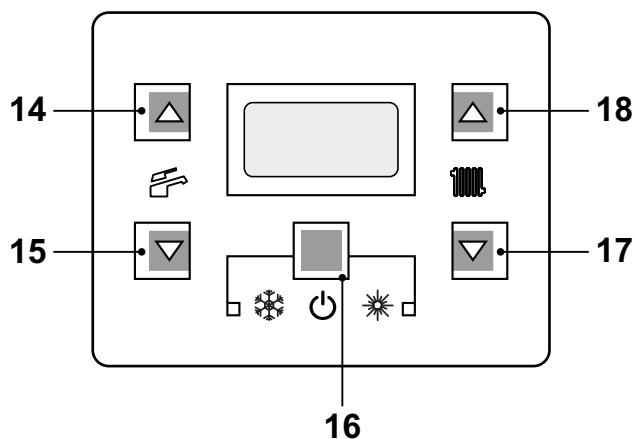
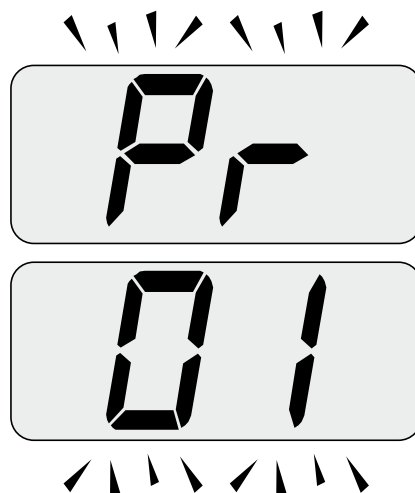
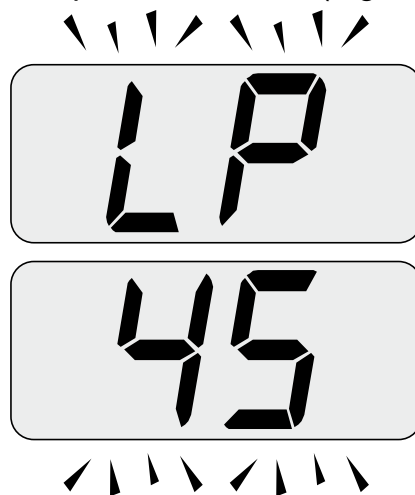

Figura 9.13
Figura 9.14
Figura 9.15
- Entrare in "modalità programmazione" premendo contemporaneamente per 10 secondi i tasti 16 - 17 - 18 (Figura 9.13) fino a far apparire sul display LCD le lettere **Pr** che si alternano con il codice **01**, indicando l'entrata nel "parametro 01"(Figura 9.14).
- Premere contemporaneamente i tasti 17 e 18 (Figura 9.13) fino a far apparire sul display LCD le lettere **LP** che si alternano con il valore di temperatura dell'acqua di riscaldamento (es. **45**), indicando l'entrata nell'attivazione della "funzione spazzacamino" alla potenza minima (Figura 9.15).
- Ripremendo contemporaneamente per 10 secondi i tasti 16 - 17 - 18 (Figura 9.13) si esce dalla "modalità spazzacamino" e